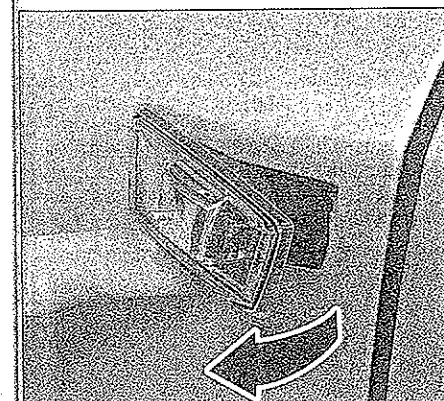

FIG. 17
- el repetidor de intermitente en la aleta (fig. 17).